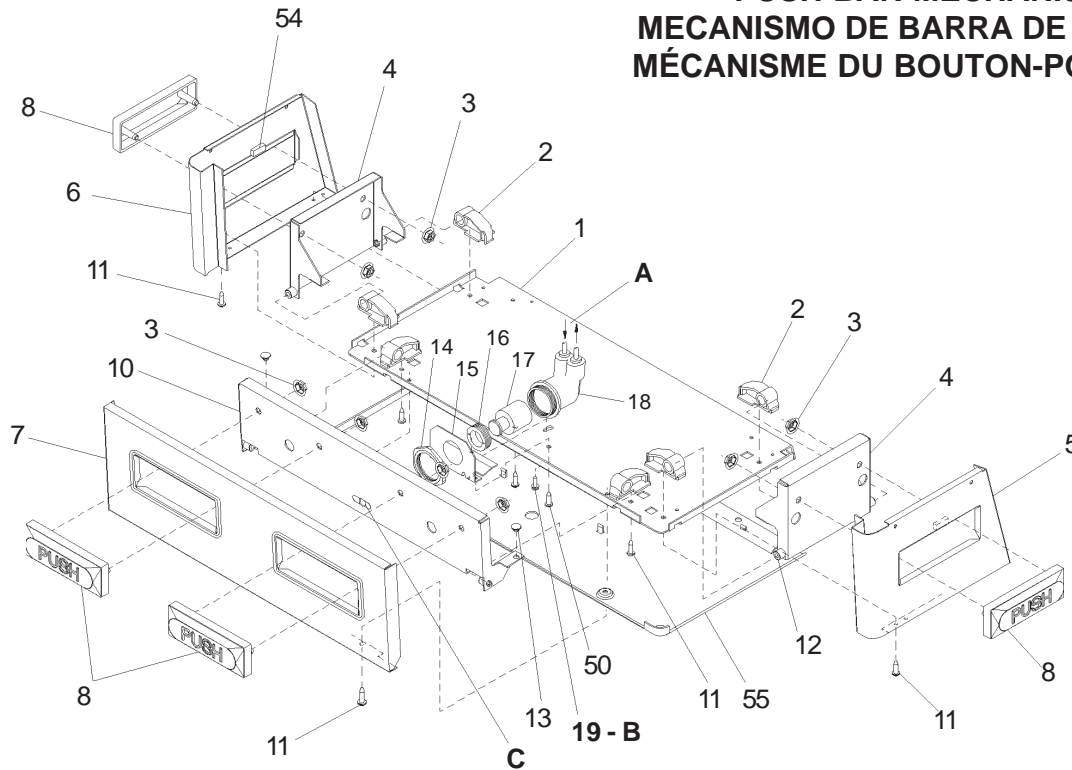

FIG. 5
Vea la Fig. 5 para el Mechanisme de la Barra de Empuje
Voir Fig. 5 pour le Mechanisme de Barre-poussoir
- 8) Stream height is factory set at 35 PSI. If supply pressure varies greatly from this, adjust screw, accessible by removing front push panel (Item 7, Fig. 5). CW adjustment will raise stream and CCW adjustment will lower stream. For best adjustment, stream should hit basin approximately 6-1/2" (165mm) from bubbler.
- 9) Replace the front panel and secure by re-tightening four (4) screws.
- 8) Le niveau d'écoulement est réglé en usine à 35 PSI. Si la pression varie beaucoup de ce point, ajustez la vis que l'on peut atteindre en retirant le panneau avant (article 7, fig.5). Si vous ajustez dans le sens des aiguilles d'une montre, le jet augmentera et dans le sens contraire, le jet diminuera. Le meilleur ajustement est lorsque le jet frappe le bassin à environ 6-1/2" (165mm) du barboteur.
- 9) Remplacez le panneau avant et fixez-le en place en resserrant les quatre (4) vis.